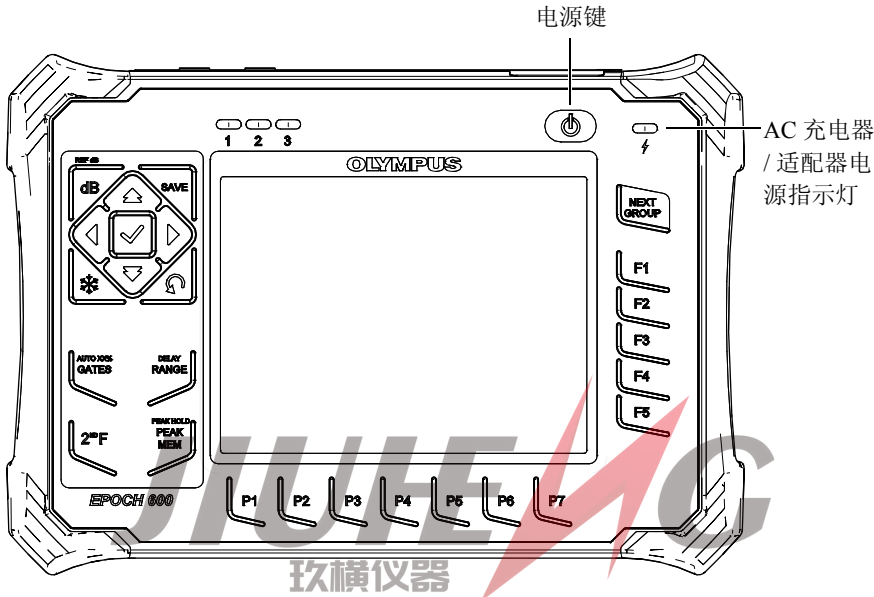

图 4-1 EPOCH 600 仪器的电源键及其指示灯的位置
第 74 页的图 4-1 表明了电源键和 AC 充电器 / 适配器的电源指示灯的位置。
4. 按前面板上的电源键，打开 EPOCH 600 仪器（参见第 74 页的图 4-1）。前面板上的电源指示灯激活（参见第 74 页的图 4-1）。